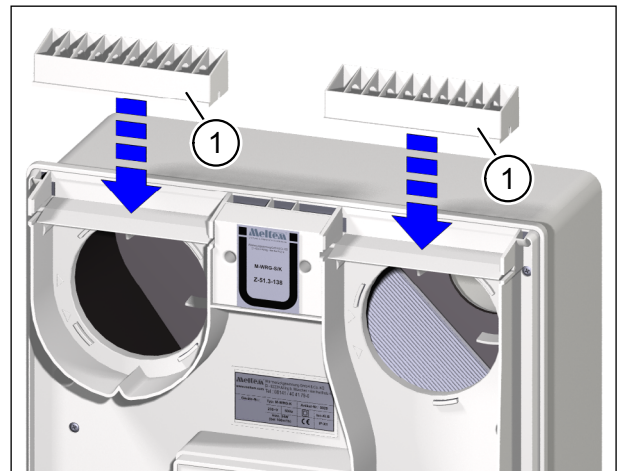

Abb. 11: Beide Luftklappenrahmen einsetzen
- ▶ Setzen Sie die gereinigten Luftklappenrahmen (Pos. 1 in Abb. 11) auf das Lüftungsgerät auf.